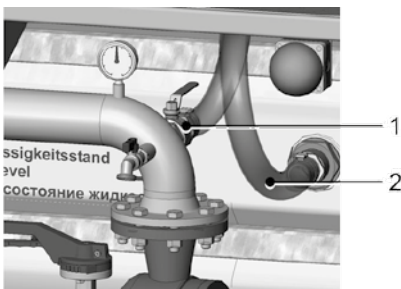

Abb. 29 Kugelhahn (1) zum Spülschlauch (2) öffnen
9. Um eine Ablagerung von Bentonit auf dem Tankboden während des nun beginnenden Quellvorgangs zu verhindern: Kugelhahn zum Spülschlauch am Pumpenausgang neben dem Manometer öffnen (Abb. 29). Dadurch wird die Bohrspülung im Tank von nun an in Bewegung gehalten.